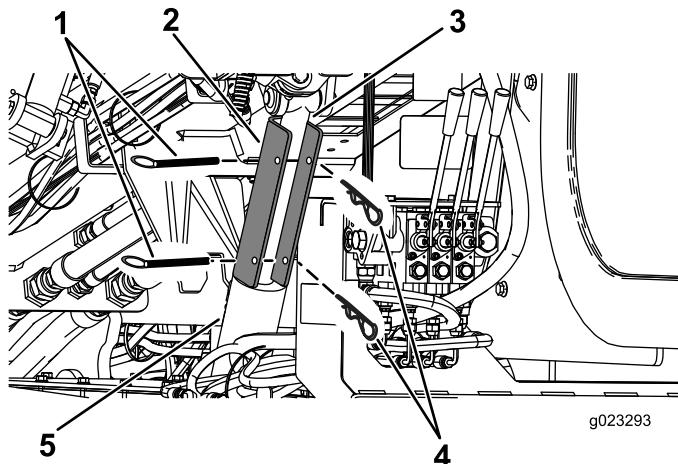

Figure 62
4. Placez le dispositif de blocage de vérin sur la tige du vérin (Figure 62).
5. Fixez le dispositif de blocage du vérin avec la goupille fendue et l'axe de chape (Figure 62).
4. Enlevez la gouille fendue et l'axe de chape qui retiennent le dispositif de blocage de vérin (Figure 62).